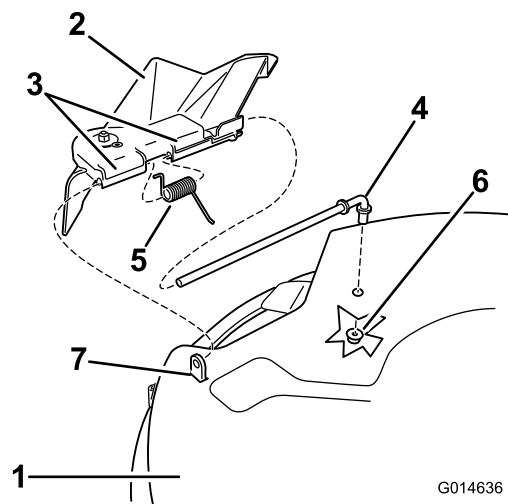

Bild 58
1. Machen Sie die in Bild 58 gezeigten Teile ausfindig.
2. Nehmen Sie die Mutter (3/8 Zoll) aus der Stange unter dem Mähwerk ab (Bild 58).
3. Schieben Sie die Stange aus dem kurzen Vorsprung, der Feder und dem Ablenblech (Bild 58). Entfernen Sie defekte oder abgenutzte Ablenbleche.
4. Montieren Sie das Ablenblech (Bild 58).
6. Setzen Sie die Feder mit den Enddrähten nach unten auf die Stange, zwischen die Ablenblechhalterungen. Schieben Sie die Stange durch die zweite Halterung am Grasablenblech (Bild 58).
- Schieben Sie die Stange vorne am Ablenkblech in den kurzen Vorsprung am Mähwerk. Befestigen Sie das hintere Stangenende mit einer Mutter (3/8 Zoll) am Mähwerk (Bild 58).